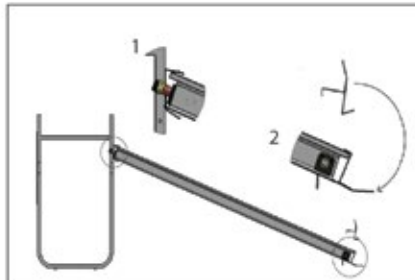

Fig. 4 Vista lateral
2. Colocar los dispositivos inferiores de sujeción sobre el borde del colector (como se indica en la Fig. 4) y girar hacia abajo.